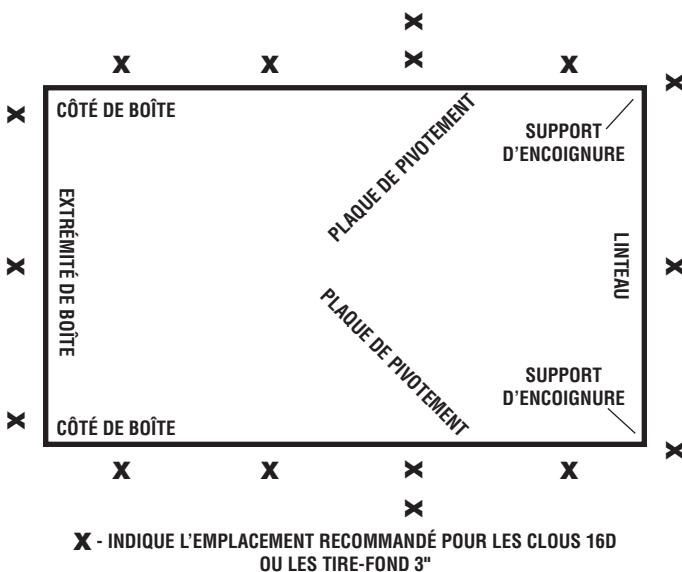

FIGURE 3
- B. Cluez les côtés (montants) du cadre d'escalier sur l'encadrement de l'ouverture brute, en utilisant des clous 16d ou des tire-fond de 3". Des trous sont fournis dans les plaques de pivotement et les supports de charnières à piano. Cluez aussi au travers des planches d'extrémité dans les linteaux de l'ouverture brute. Compétez l'installation permanente en utilisant des clous 16d ou des tire-fond de 3" pour fixer le cadre d'escalier sur les quatre côtés de l'ouverture brute selon le diagramme de la FIGURE 3. Utilisez au moins trois fixations espacées régulièrement sur chaque extrémité de boîte, et au moins cinq fixations espacées régulièrement sur chaque côté de boîte. Enlevez les clous 8d plantés et les planchettes utilisées comme support temporaire.